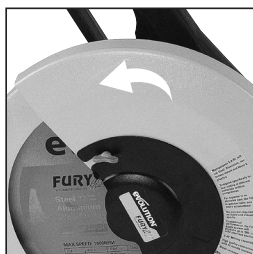

FIG. 5
- Installeer het blad op de binnenste bladflens en hoofdas, zorg ervoor dat de richting en rotatiepijl op het blad overeenkomen die te vinden is op de bovenste bladbescherming van de machine. **(Fig. 5)**